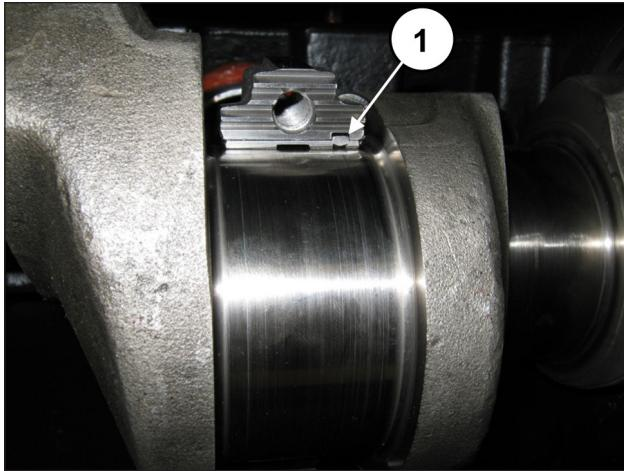

图 68
为了正确安装半轴承，应确保半轴承的基准平键定位在半连杆（位置①，图 68）的专用底座中。